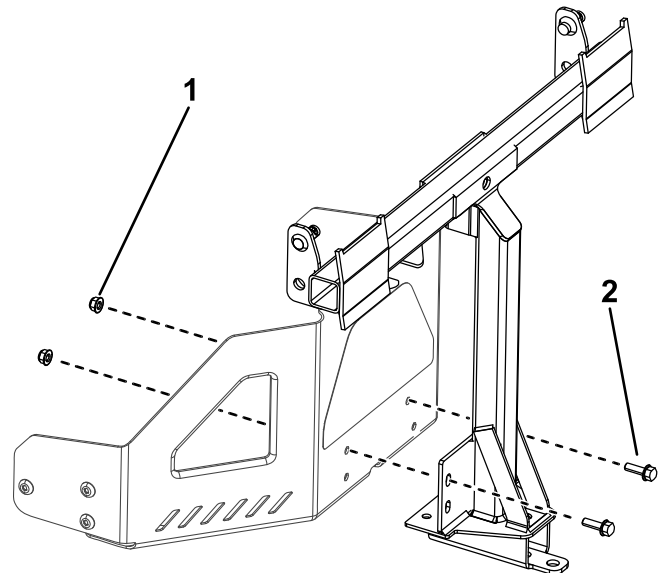

Figura 10
2. Instale el bastidor de giro en el bastidor de la máquina según se muestra en Figura 10. Sujete el bastidor de giro al bastidor de la máquina usando 2 pernos (5/16" x 1") y 2 contratuercas (5/16").